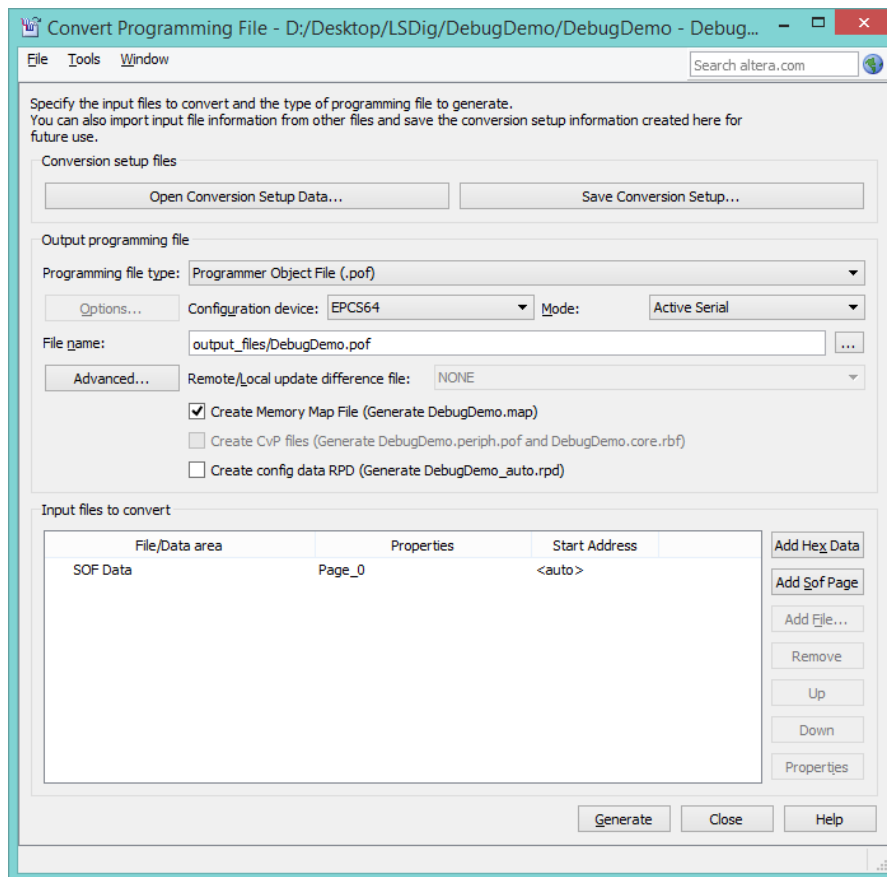

Figura 18 – Configuração do nome do ficheiro POF e do tipo de FLASH.
2. De seguida especifique o nome do ficheiro POF (output_files/DebugDemo.pof) e o tipo de FLASH instalada no kit DE2_115 (EPCS64) – ver figura 18.